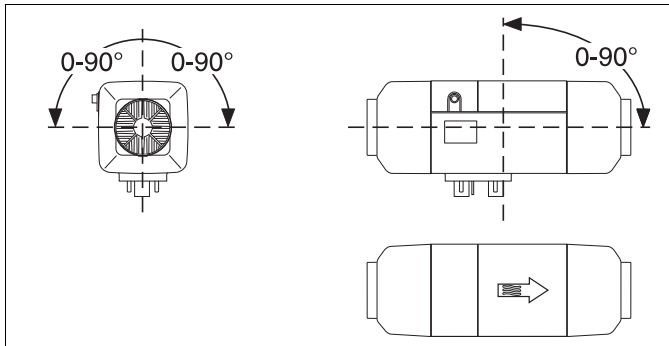

Abb. 8 Zulässige Einbaulagen dieselbetriebene Luftheizgeräte
siehe Abb. 4 und Abb. 8
- Neigungswinkel einhalten (siehe Abb. 8).